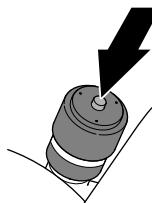

Figura 77
- Si se muestra una banda roja en el indicador de mantenimiento, pulse el botón de reinicio situado al final del indicador (Figura 77).